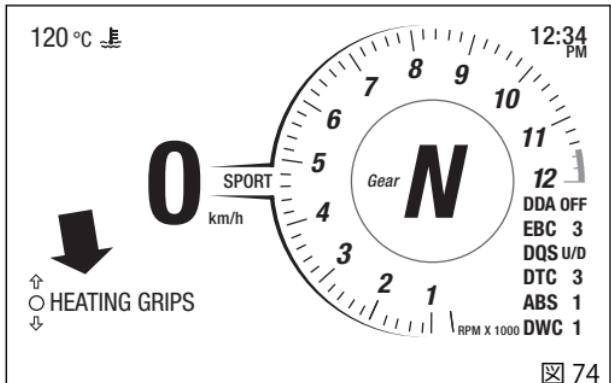

図 74
- ブラウズボタンを押して“HEATING GRIPS”を表示します(図74)。